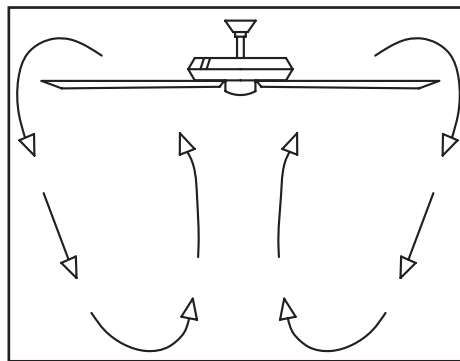

Figura 19
**Clima fresco** - (Reversa) Un flujo de aire hacia arriba mueve el aire cálido lejos del techo como se muestra en la Figura 19. Esto te permite fijar tu unidad de calefacción en una configuración más baja sin afectar tu comodidad.